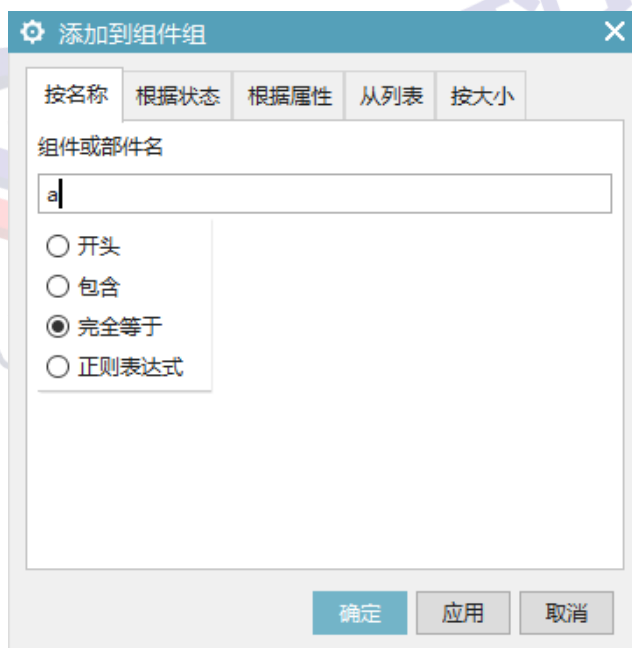

图 5
3、在这个对话框中，我们可以定义搜索范围来快速的添加所需要的组件，如图 5。我们通过组件名来搜索装配文件中的螺栓零件，在名称中输入 a，过滤方式选择完全等于。